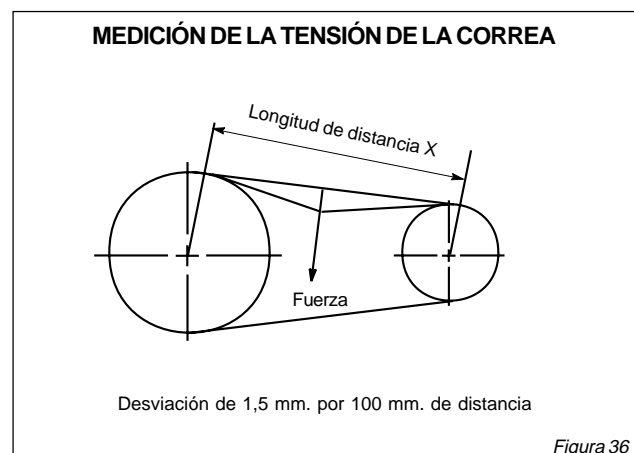

Figura 36
- Mida la longitud total X (vea la figura 36).
- Aplique presión en el centro de la longitud total (X) para desviar la correa en 1,5 mm en una longitud total de 100 mm. Para una correa de 400 mm., la deflexión debe ser de 6 mm.